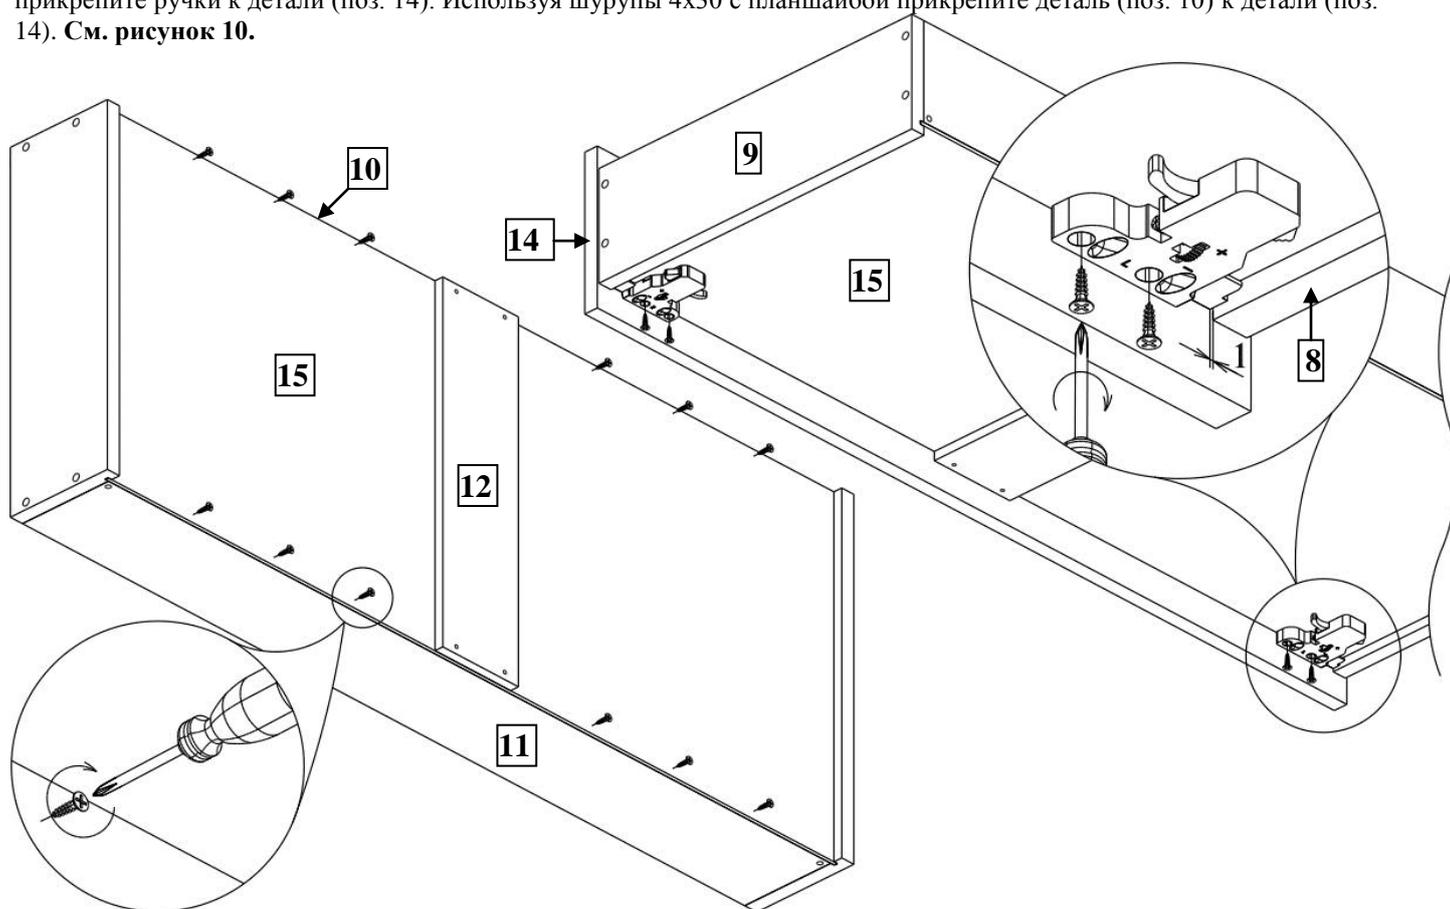

Рисунок 11
10. Положите получившийся каркас ящика на ровную поверхность. Измерьте и отрегулируйте разность диагоналей каркаса ящика. Используя шурупы 3,5x16 потай, зафиксируйте деталь (поз. 15) на деталях (поз. 10, 11). Используя шурупы 3,5x16 потай, закрепите фиксаторы Quadro на детали (поз. 15), левый с левой стороны, правый с правой стороны. (фиксатор левый крепить отступив примерно 1мм от детали поз. 8, а фиксатор правый 1мм от детали поз. 9). См. рисунок 11.